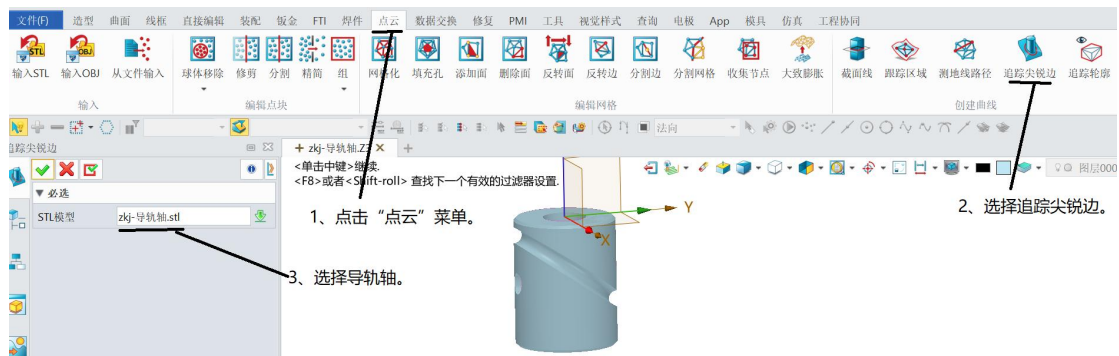

图 8-11 追踪尖锐边
(1) 尖锐边绘制：导轨轴是由模型转换成 STL 格式，也就是小平面体，不是扫描出来图形，所以整个导轨轴很平整，轮廓分明。针对于这类零件，获取轮廓线的方法通常采用“追踪尖锐边”，过程如图 8-11 所示。